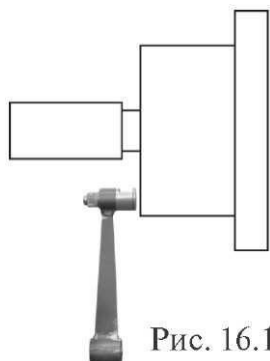
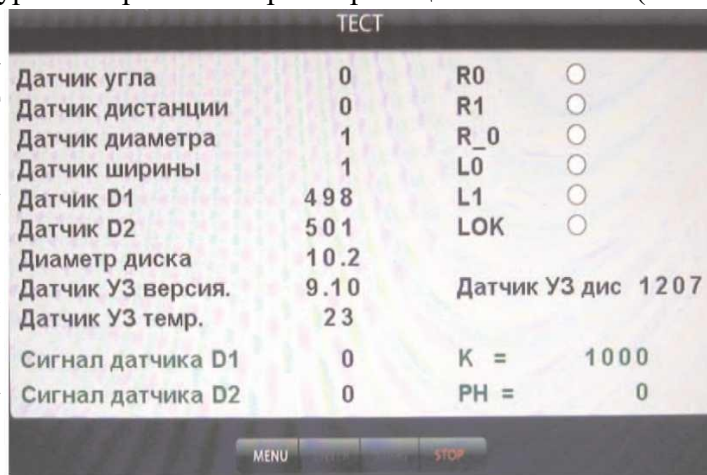

Рис. 16.1
рис.21.1
21.1.1. Калибровка тракта измерения дистанции. Для оценки погрешности устройства ввода дистанции выдвиньте штангу ввода параметров и уприте рукоятку в задний торец фланца вала, как показано на рис. 16.1. При этом на экране ввода геометрических параметров (см. рис.10.2) появится величина дистанции. Если величина дистанции не равна
Нажмите кнопку «MENU», в открывшемся окне MENU выберите пункт 7 «Далее», нажав кнопку 7 в верхнем ряду клавиатуры. Откроется вторая страница окна MENU (см. рис.16.1). Выберите пункт 3 «Тест», нажав кнопку 3 в верхнем ряду клавиатуры. Откроется окно ТЕСТ рис.21.1.
Все цифры на рис.21.1 имеют иллюстративный характер.